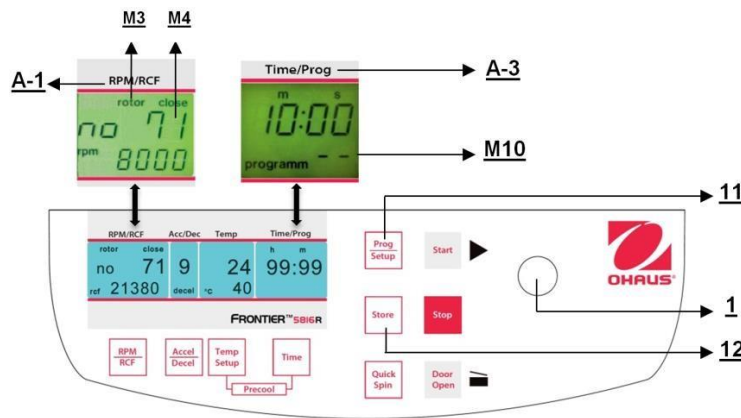

Figure. 28
Pour rappeler des programmes mémorisés, appuyer sur la touche **"Prog/Setup"** (11) (voir la figure 28) alors que le couvercle est déjà fermé. Sur l'affichage **"Time/Prog"** (A-3), le mot **"programm--"** (M10) apparaîtra. Le numéro de programme désiré peut être présélectionné avec le bouton de réglage (1).
Pour quitter le mode de programmation, appuyer simplement sur la touche **"Prog/Setup"** (11) (voir la figure 28). Sur l'affichage **"Time/Prog"**, le mot **"programm"** apparaîtra.
Lorsque sur l'affichage « **Time/Prog** » (A-3), le mot **"error"** apparaît conjointement au numéro **"02"** (voir la figure 28), ceci peut être dû à la raison suivante : Le contacteur de déséquilibre est défectueux.